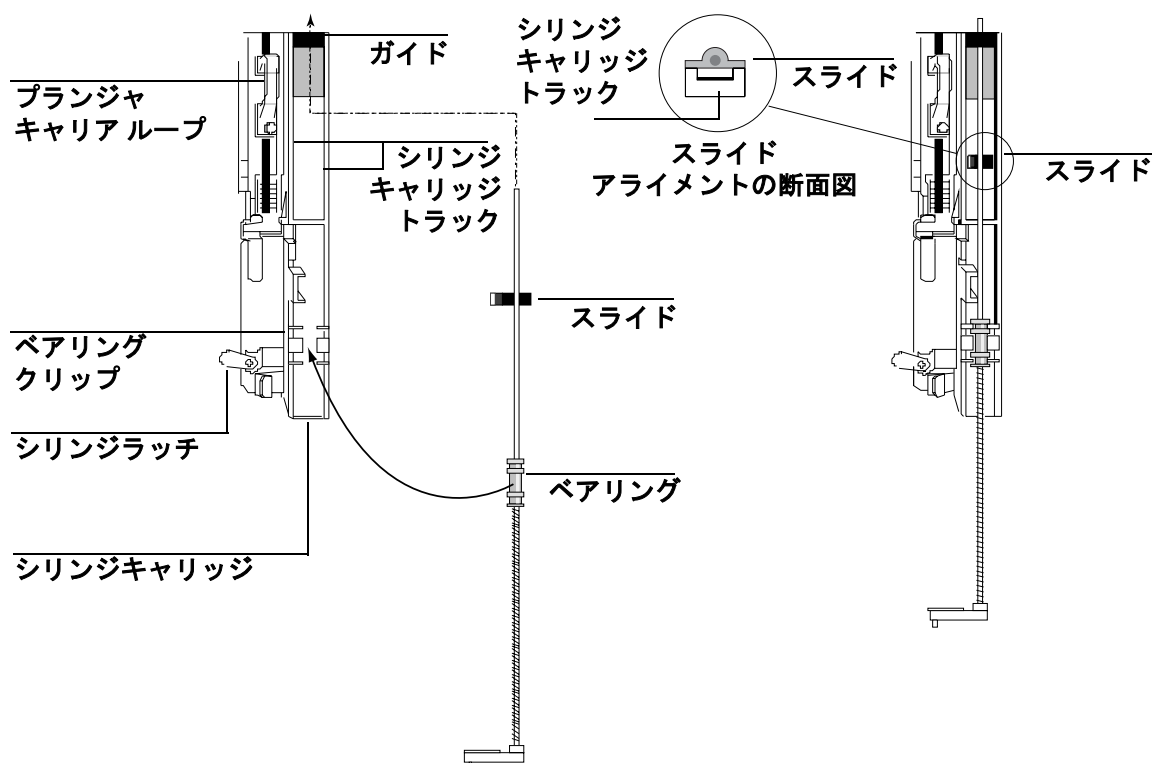

図 46. ニードルサポートアセンブリを取り付ける
7. ニードルサポートアセンブリを回転させ。図 46 に示されるよう、スライドの平らな表面がシリンジキャリッジトラックを上下に滑るように置きます。